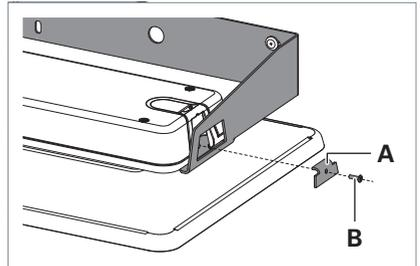

Fig. 7: Kiinnityskulman kiinnitys seinäkiinnikkeeseen.
- ▶ Kiinnitä kiinnityskulma **A** ruuvilla **B** seinäkiinnikkeeseen, katso Fig. 7.